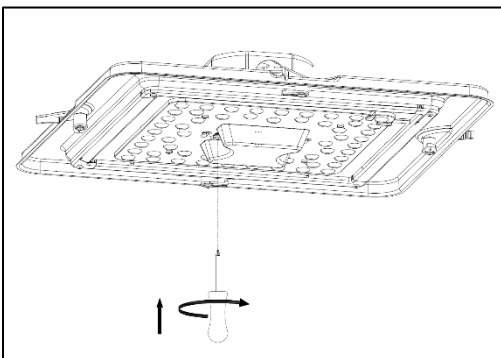

Figure 11
7. Fixez les 2 vis avec un tournevis cruciforme (voir Figure 11).